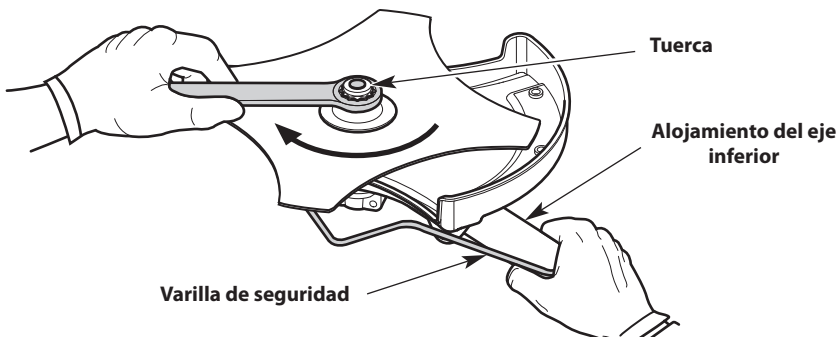

Fig. 15
3. Mantenga la varilla de seguridad en su lugar sujetando el otro extremo contra el alojamiento del eje inferior (Fig. 15).
4. Mientras sostiene la varilla de seguridad en su lugar, afloje la tuerca girándola **en el sentido de las agujas del reloj** con una llave de tuercas (Fig. 15).